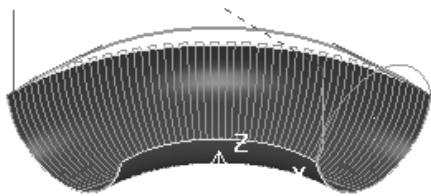

图 2-197 生成的刀具路径
5) 在“放射精加工”对话框中单击“应用”按钮和“接受”按钮，确定参数并退出对话框，生成的刀具路径如图 2-197 所示。